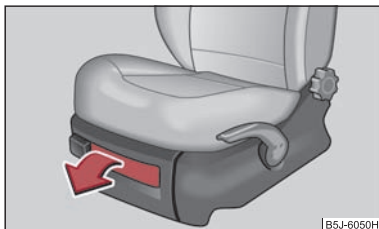

Fig. 84 Siège avant: Vide-poches
- Pour ouvrir le couvercle, le faire basculer et le tirer ⇒ fig. 84.